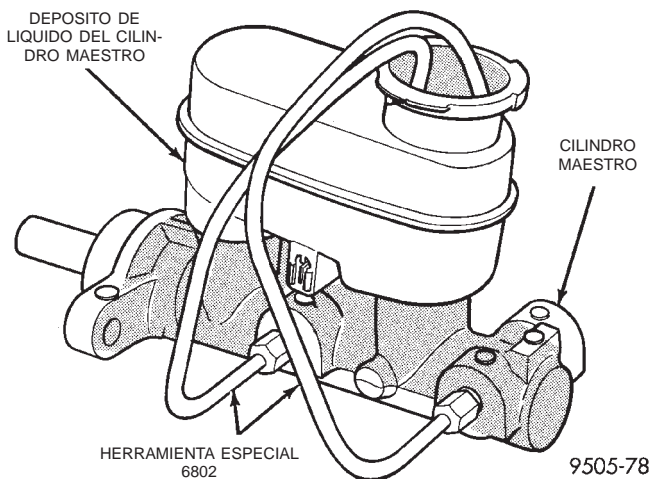
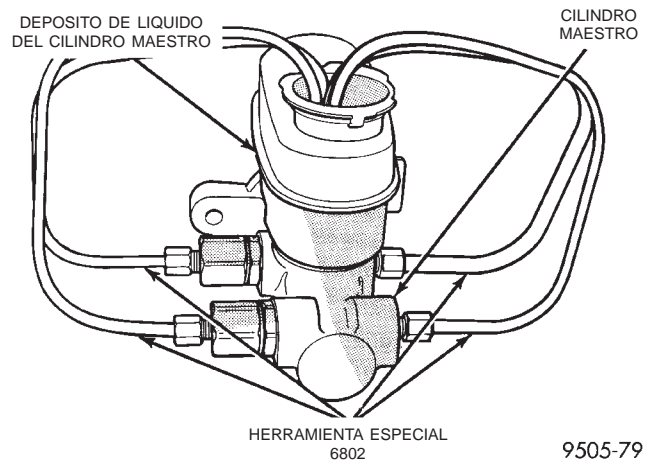

Fig. 108 Fijación de los tubos de purga al cilindro maestro del ABS
Fig. 109 Tubos de purga fijos al cilindro maestro sin ABS
(1) Fije el cilindro maestro en una mordaza. Fije los tubos de purga, Herramienta especial 6802, en el cilindro maestro (Fig. 108) y (Fig. 109). Emplace los tubos de manera que las salidas de los tubos de purga estén debajo de la superficie del líquido de frenos cuando el nivel de líquido en el depósito es el correcto.